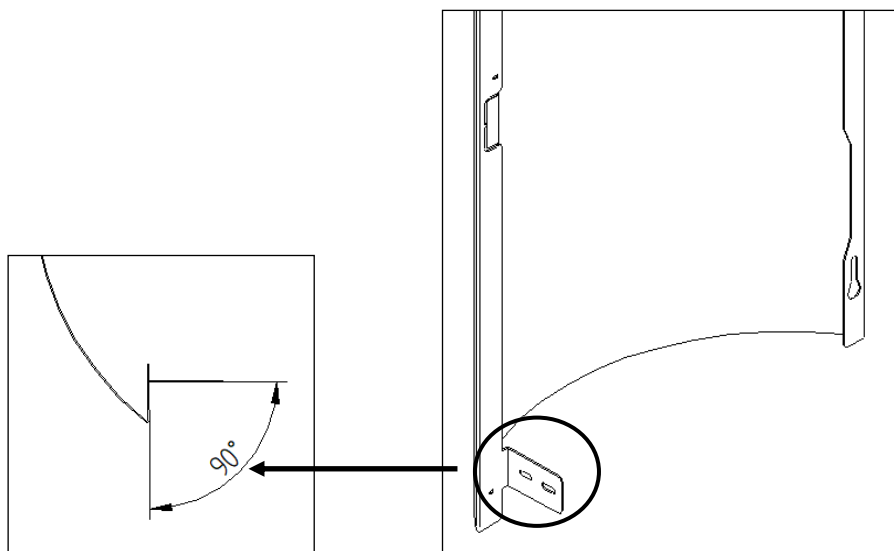

Figura 75 - Ângulo da patilha inferior
d) De seguida para encaixar as capas laterais, deve em primeiro lugar dobrar a patilha como se indica na Figura 75 de forma a garantir que fique com um ângulo inferior a 90°.